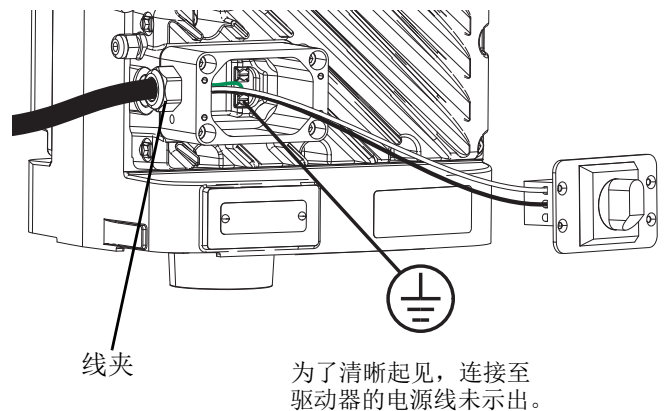

图 6: 连接电源
5. 将接地线连接到接线盒内的两个接线端子之一，如图 6 所示。